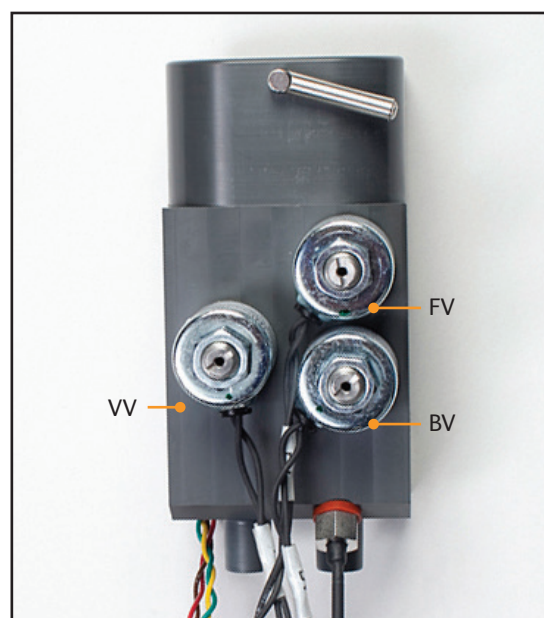

Fig. 8-62 Collecteur indiquant la position des 3 électrovannes (étape 8)
8. Lors de la réinstallation du faisceau de collecteur, noter la présence d'étiquettes sur le faisceau qui identifient les électrovannes (FV, BV, VV). Si les électrovannes ne sont pas dans la position indiquée, l'appareil ne fonctionnera pas correctement (Fig. 8-62).